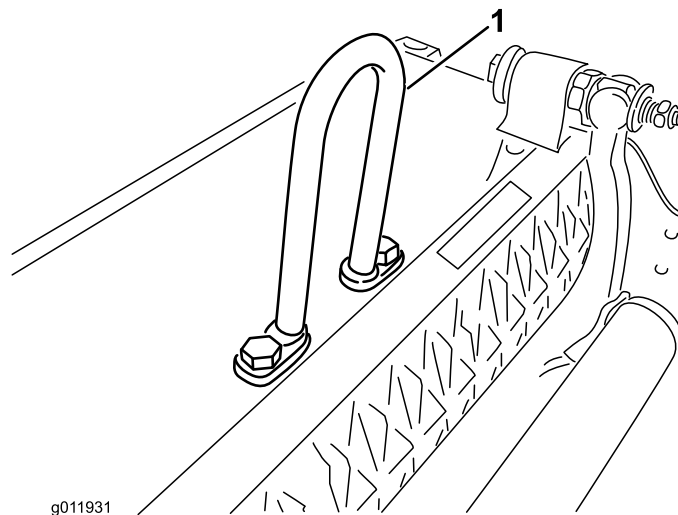

Рисунок 5
**Примечание:** Затяните колпачковые винты с моментом от 34 до 40 Н•м (Рисунок 5).